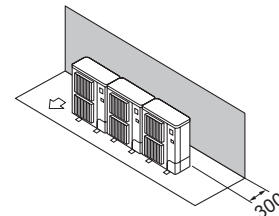

Fig. 2-12
- ① Ovire samo na zadnji strani (Fig. 2-12)